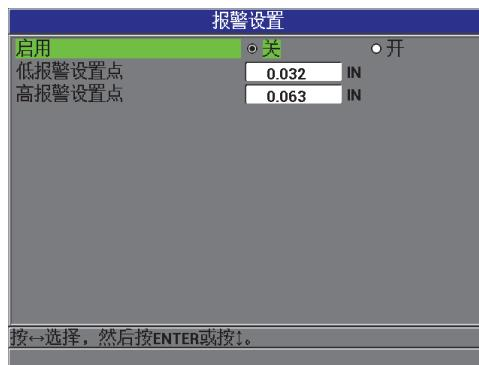

图 5-6 报警设置屏幕
- 在 **报警设置**屏幕中（参见第 98 页的图 5-6）：